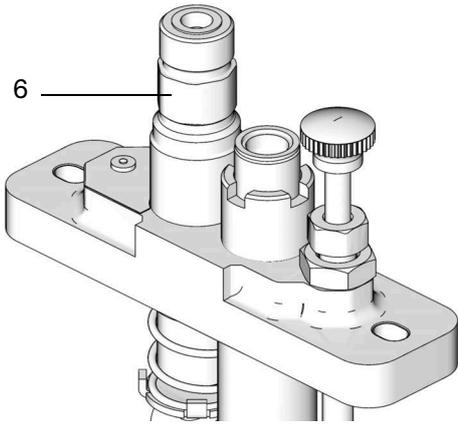

图 8
2. 将润滑管路连接到泵出口 (6)，（图 8）（另见第 15 和 16 页）。